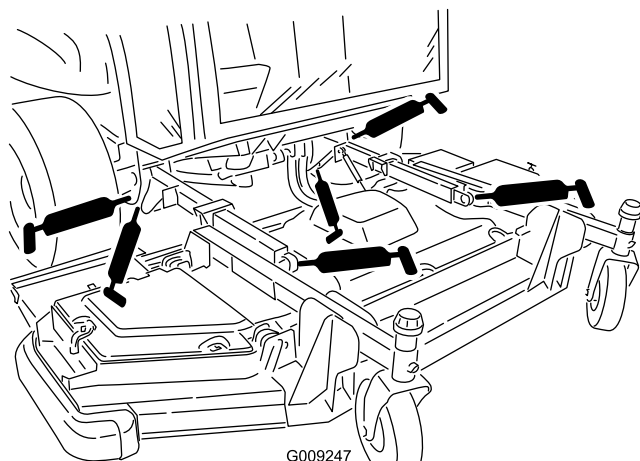

Рисунок 84
- Втулки подъемных рычагов (2 шт.) (Рисунок 84)
- Шаровые опоры подъемных рычагов (2 шт.) (Рисунок 84)
- Шарниры гидроцилиндров подъема передней деки (2 шт.) (Рисунок 84)